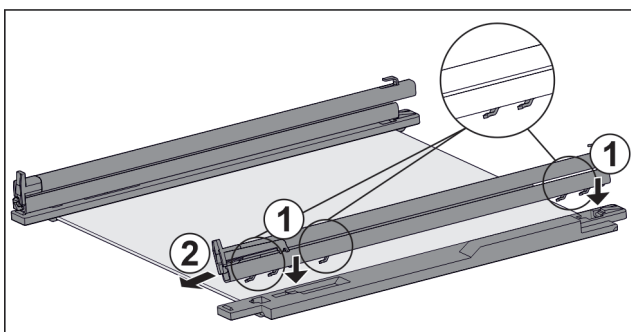

Fig. 160 Pllaka e xhamit me shinat dhe pjesët mbajtëse
- Vendosni kapëset e shinës mbi vrimat e pjesës mbajtëse **të majtë**. Fig. 160 (1)
- Tërhiqni shinën për nga përpara. Fig. 160 (2)
- Vendosni kapëset e shinës mbi vrimat e pjesës mbajtëse **të djathtë**. Fig. 160 (1)